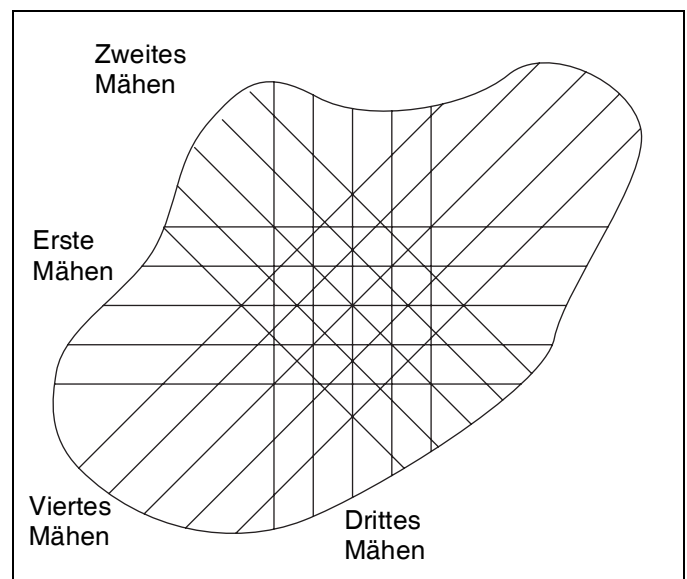

Abbildung 6G
5. Für eine noch ebenere Spielfläche und besseres Aussehen das Mähmuster bei jedem Mähen des Grüns ändern. Die Muster auf **Abbildung 6G** sind lediglich Vorschläge, der Bediener oder Verwalter des Platzes kann für jedes Grün ein passendes Muster bestimmen.